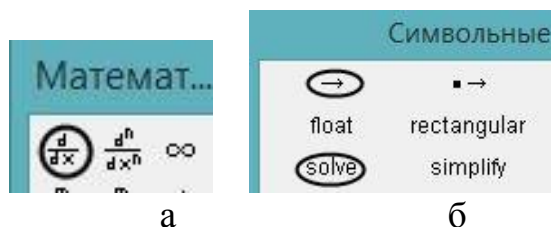

Рис. 6.1 Підменю «Математика» (а) та «Символьные» (б).
2. Взяти похідну від цієї функції за змінною  $x$  (рис. 6.1, а)
4. Розв'язати рівняння похідної відносно  $x$ , попередньо виділивши його (рис. 6.1, б)